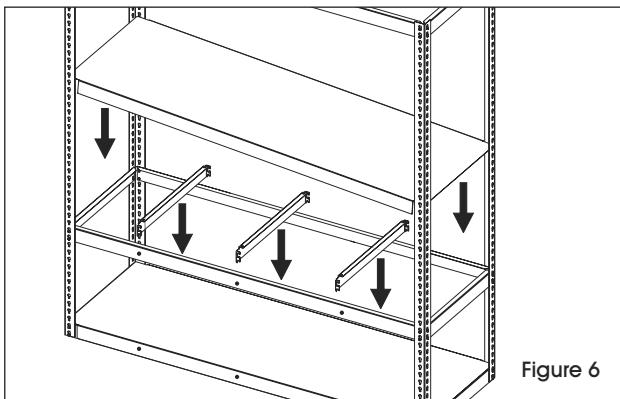

Figure 6
6. Installez des supports avant/arrière au prochain niveau désiré. Fixez les supports de tablette, puis déposez la tablette en acier sur les supports de tablette. (Voir Figure 6)